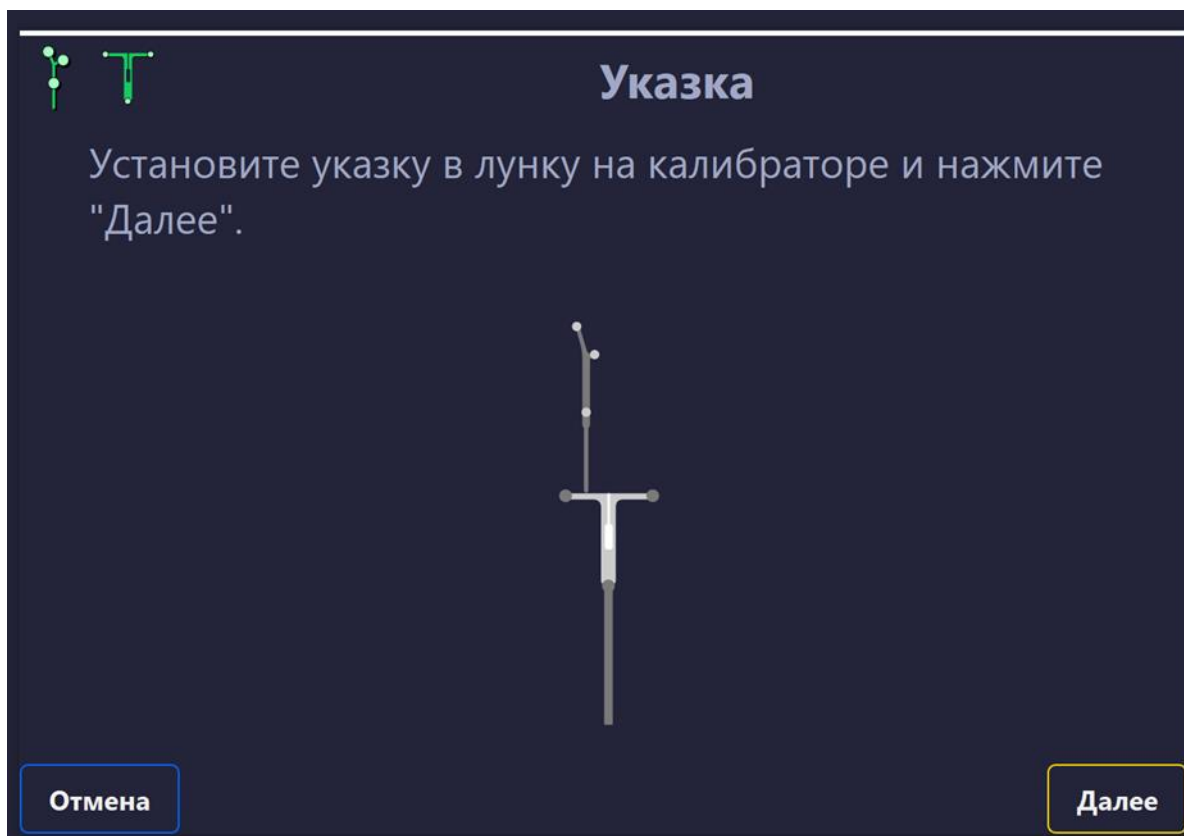

Рисунок 162 – Установка указки в верхнюю лунку калибратора
2. Установить указку в верхнюю лунку в соответствии с изображением на экране (рисунок 162).